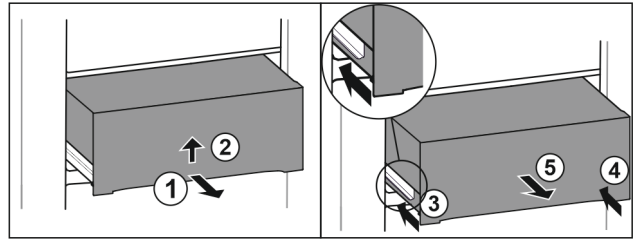

Fig. 48
- Estrarre il cassetto a metà. Fig. 48 (1)
- Sollevare il cassetto nella parte inferiore. Fig. 48 (2)
- Inserire la guida sinistra. Fig. 48 (3)
- Inserire la guida destra. Fig. 48 (4)
- Rimuovere il cassetto tirandolo in avanti. Fig. 48 (5)